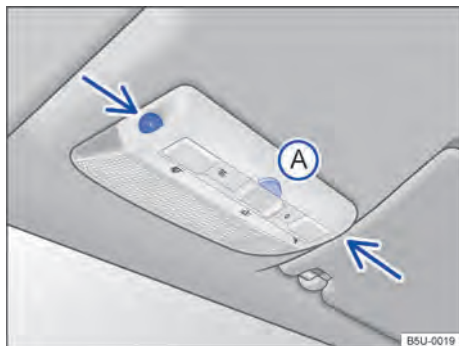
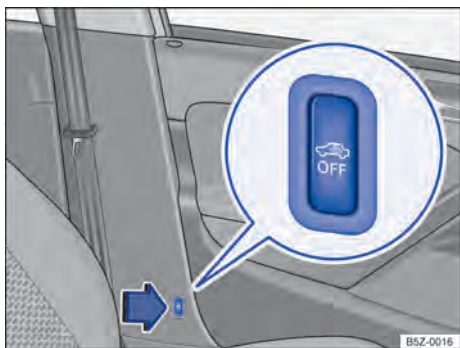

Fig. 25 No console do teto: sensores de monitoramento do interior do veículo e tecla (A) para desligar o monitoramento do interior do veículo. ▶
Fig. 26 Ao lado do banco do condutor: botão para desligar o monitoramento do interior do veículo.
O monitoramento do interior do veículo dispara o alarme com o veículo travado, se reconhecer movimentos no interior do veículo. O sensor e o receptor estão localizados no conjunto da lanterna de leitura → Fig. 25 (setas).
- Pressionar a tecla → Fig. 25 (A) ou → Fig. 26 (B) por 2 segundos. No painel de instrumentos a luz de controle  se acende.